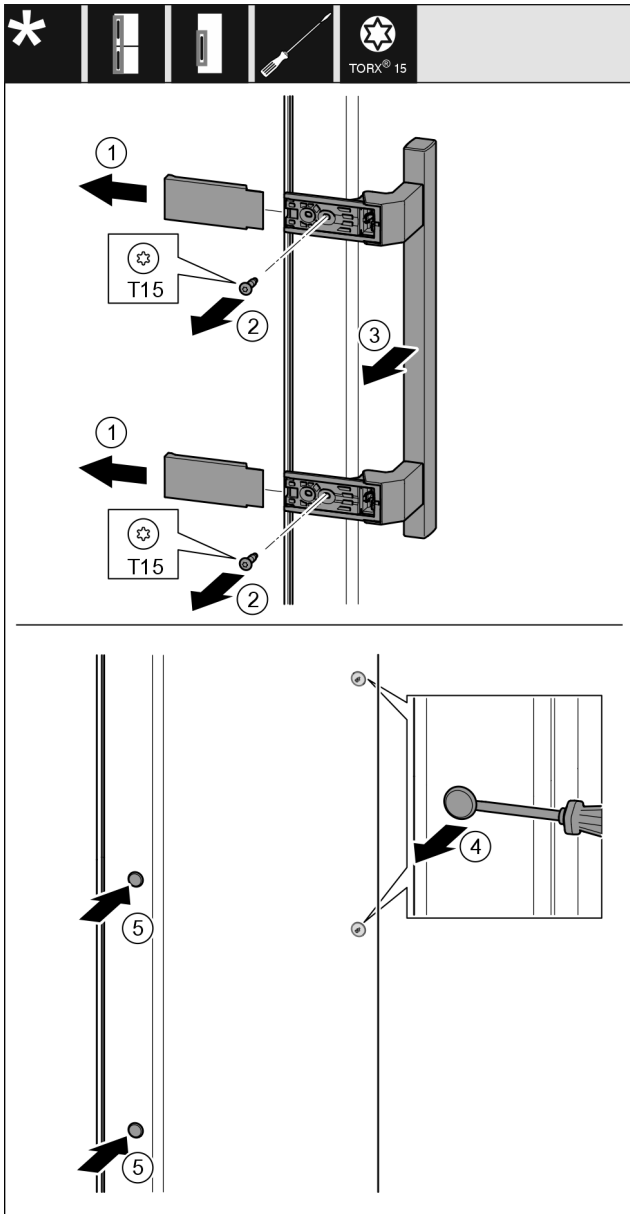

Fig. 21
- Dra av skyddet Fig. 21 (1).
- Skruva ur skruvarna Fig. 21 (2) med en skruvmejsel.
- Ta bort handtaget Fig. 21 (3).
- Använd en spårskruvmejsel och lyft försiktigt pluggen på sidan Fig. 21 (4) och dra ut den.
- Sätt in pluggen Fig. 21 (5) på den andra sidan igen.